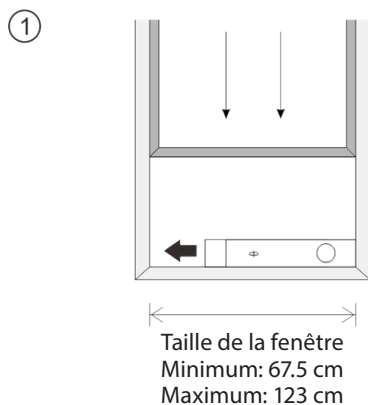

Fig.5
L'installation du kit de glissières de fenêtre est principalement "horizontale" et "verticale". Comme indiqué sur les Fig.5 et Fig.5a, vérifiez les dimensions min. et max. de la fenêtre avant le montage.
1. Installez le kit de fenêtre sur la fenêtre (Fig.5, Fig.5a) ;